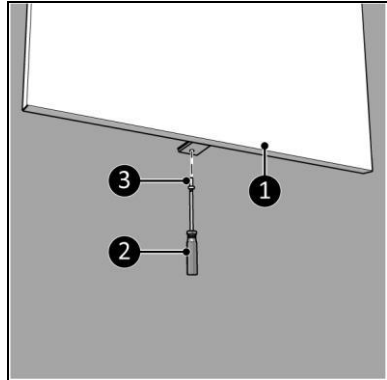

Abbildung 12
13. Schrauben Sie das Gerät (Abbildung 12, Pos. 1) mit einer kleinen Schraube (Abbildung 12, Pos. 3) mit einem Phillips Kreuzschlitzschraubendreher (Abbildung 12, Pos. 2) an der Wandhalterung fest.